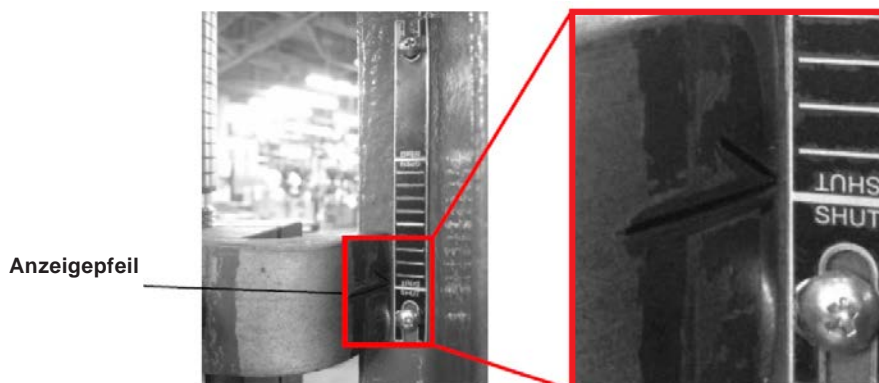

Abbildung 2 – Anzeigepfeil
- Stellen Sie die Anzeigeplatte auf die richtige Position ein, wie in Abbildung 2 dargestellt.